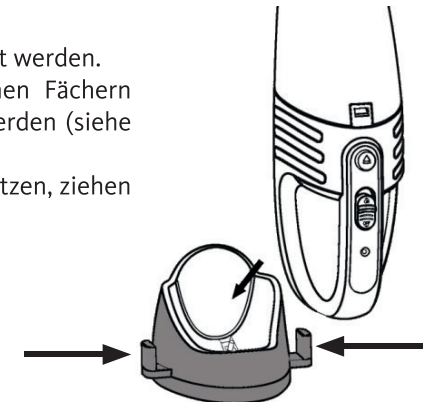

Abbildung 11
- Das Zubehör kann in den dafür vorgesehenen Fächern auf beiden Seiten des Ladesockels verstaut werden (siehe Abbildung 11).